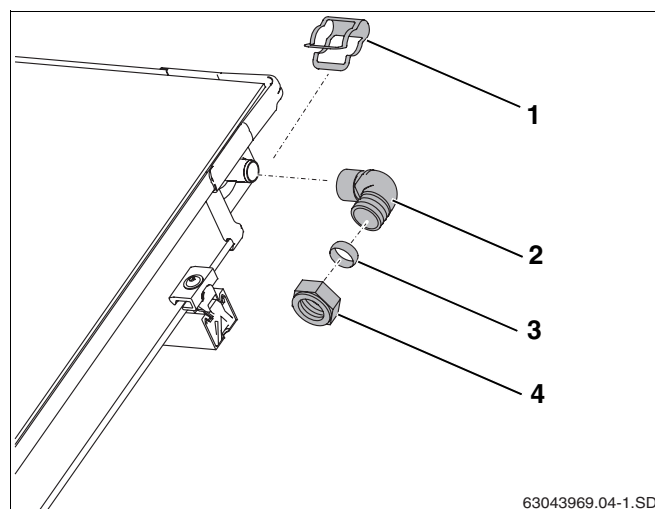

Fig. 57 Montaggio della tubazione di mandata (senza disaeratore sul tetto)
- Spingere la curva (fig. 57, **pos. 2**) con l'anello di fissaggio e il dado di raccordo sul raccordo del collettore.
- Fissare la curva con la graffa (fig. 57, **pos. 1**).